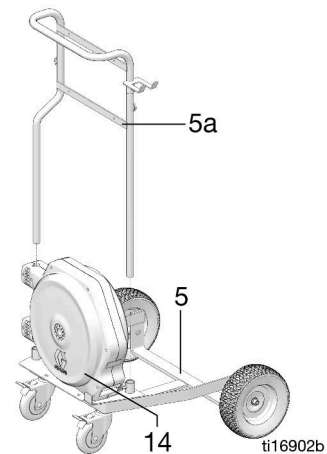

FIG. 30
1. Positionner l'enrouleur de flexible (14) sur le châssis du chariot (5) comme illustré à la FIG. 30.
2. Installer le sous-ensemble de poignée (5a) sur le châssis du chariot (a) (FIG. 30).